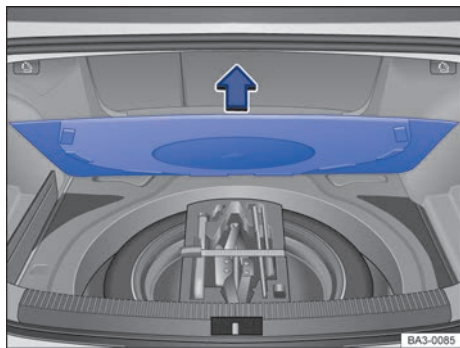

Fig. 140 En el maletero: extraer el piso del maletero.
- Levante el piso del maletero en el sentido de la flecha → fig. 140 y, dado el caso, extráigalo.